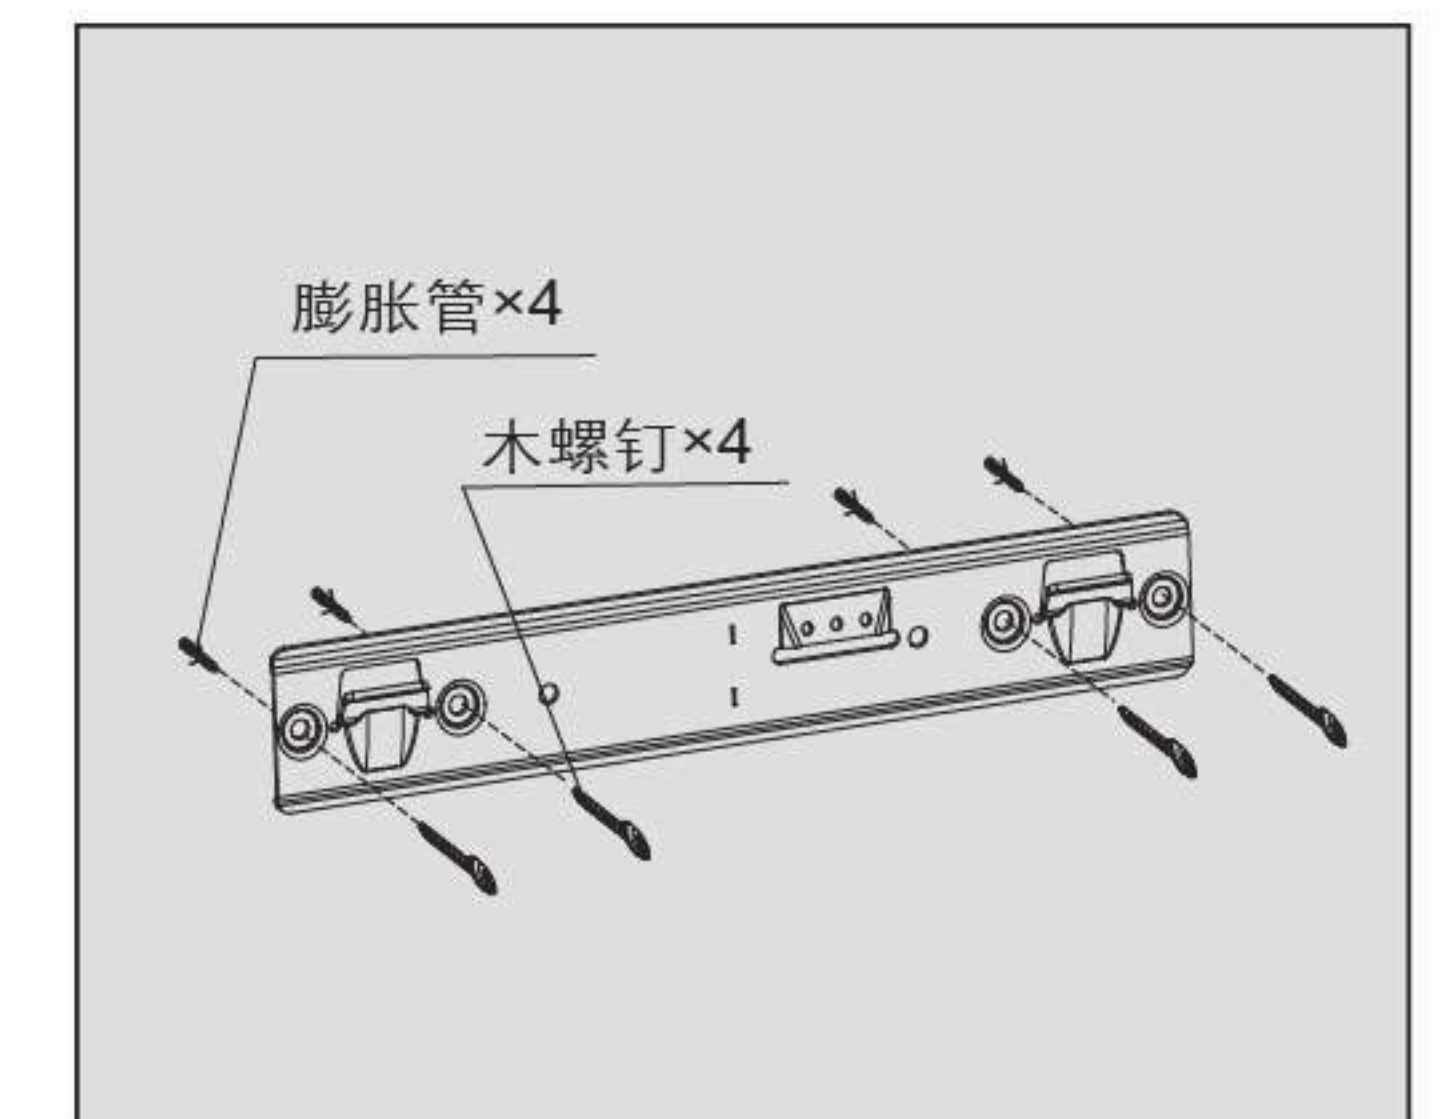
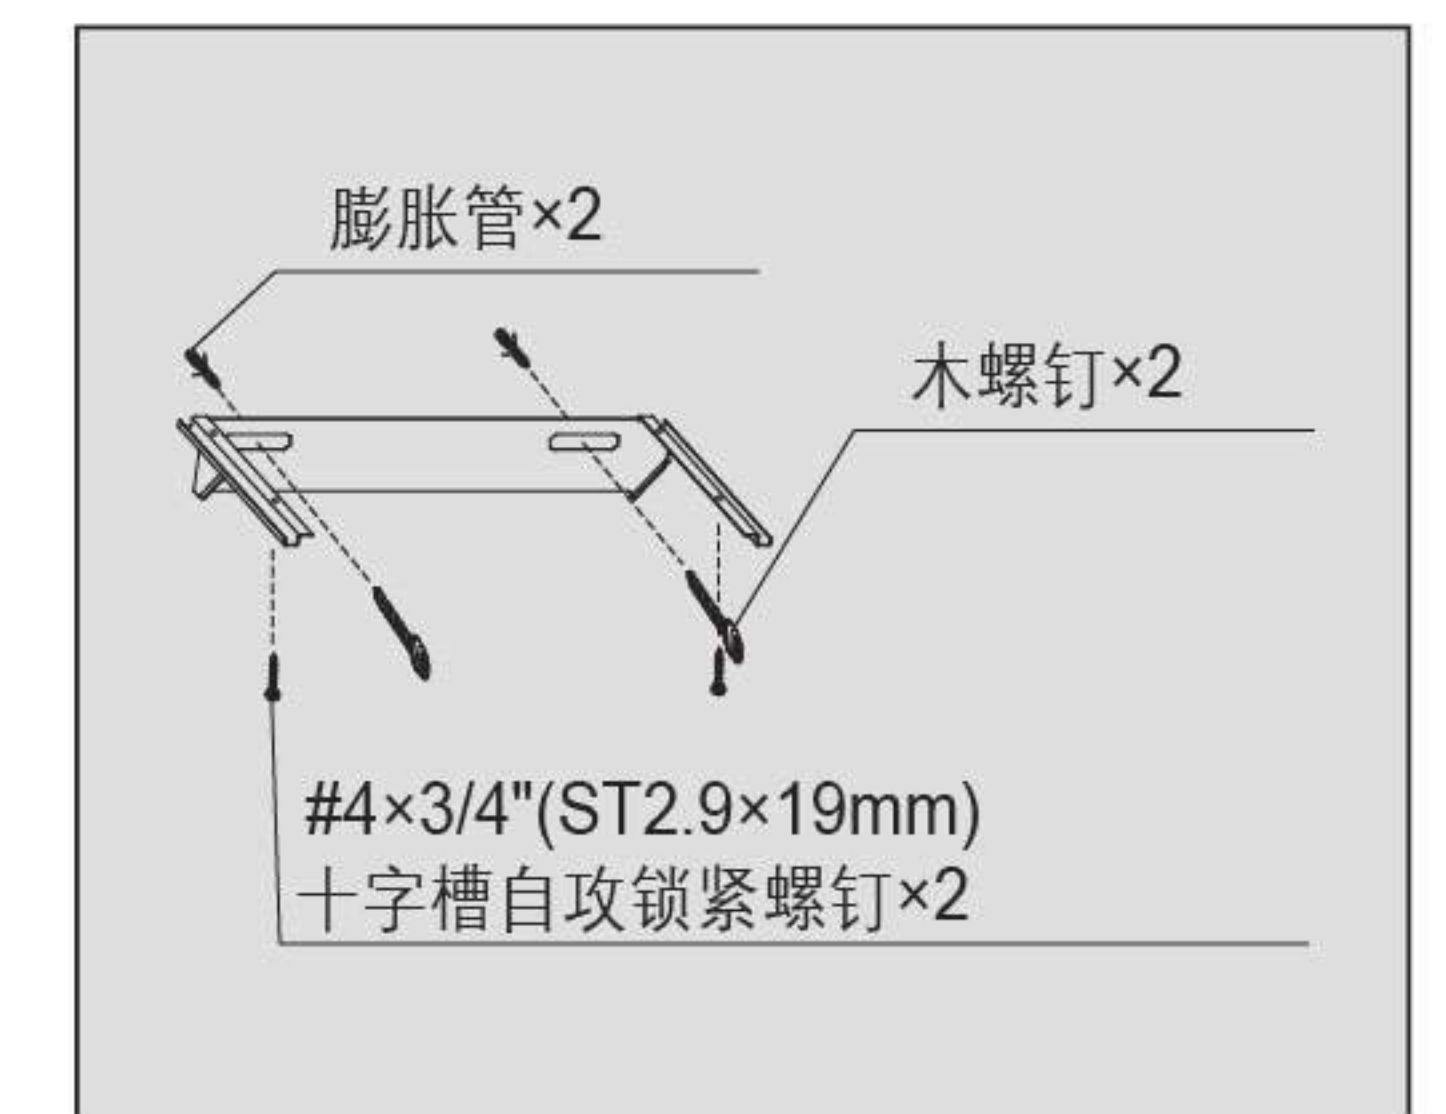

图1
图2
2. 如安装示意图所示，在坚实的墙壁上准确确定冲击钻钻孔的位置，钻孔并牢固埋设膨胀管，固定挂钩和装饰罩挂钩，旋入#10×2 9/16"(ST5×65mm)木螺钉拧紧；装饰罩挂钩前端可用2颗#4×3/4"(ST2.9×19mm)十字槽自攻锁紧螺钉加强固定到吊顶上（如图1和图2所示）。